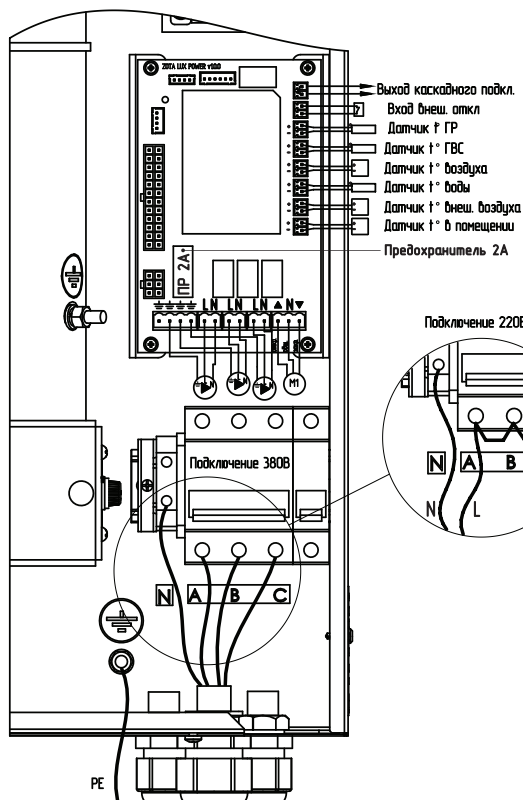

Рис. 3 Схема подключения электроводонагревателя
Схема присоединения электроводонагревателя к питающей сети, датчикам температуры, циркуляционному насосу и клапану приведена на Рис.3.
- Подключить электроводонагреватель к трехфазной сети переменного тока 380 В, 50 Гц, для этого присоединить рабочий нулевой провод на клемму нейтраль (N) электроводонагревателя, фазные провода на клеммы А, В, С вводного автомата. Защитный нулевой провод (РЕ) подключить на болт «ЗАЗЕМЛЕНИЕ» см. Рис.3;
- При питании электроводонагревателя от однофазной сети переменного тока 220 В, 50 Гц присоединить рабочий нулевой провод на клемму нейтраль (N) электроводонагревателя, а фазный на клеммы А, В, С вводного автомата, защитный нулевой провод (РЕ) должен подключаться к клемме «ЗАЗЕМЛЕНИЕ» см. Рис.3. Для соединения клемм А, В, С вводного автомата в комплекте имеется специальная перемычка (только для ZOTA-4,5...ZOTA-9), которая устанавливается на вводных клеммах автомата (см. Рис.3);
- Присоединить датчики температуры воздуха помещения (tдатч1) и на улице (tдатч2) к колодкам на плате управления, проводом с сечением не менее 0,5 кв.мм и длиной до 20 м как показано на Рис.3. Необходимо строго соблюдать полярность, обозначенную на схеме при подключении датчиков температуры. Маркировка проводов датчиков температуры воздуха: красный (+), синий (-).
- Присоединить провода (L,N,заземление) от насосов к соответствующим контактам на клеммной колодке котла как показано на Рис.3. Мощность, потребляемая каждым насосом не должна превышать 200 Вт.
- При необходимости присоединить провода (откр_общ_закр) от двигателя трехходового смешивающего клапана к соответствующим контактам на клеммной колодке котла как показано на Рис.3. Мощность двигателя привода не должна превышать 20 Вт при напряжении ~220 В.